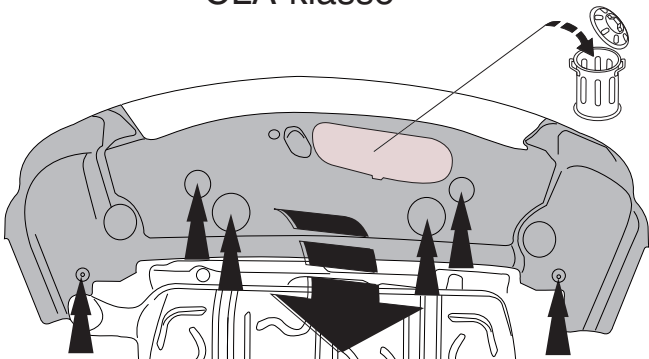

Fig. 2a
2. Снять / Установить пластмассовую закрывающую пластину снизу в середине. (см. рис. 2a).